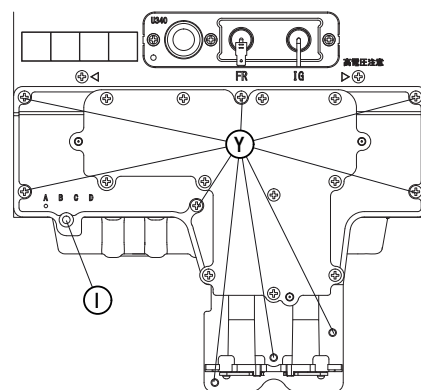
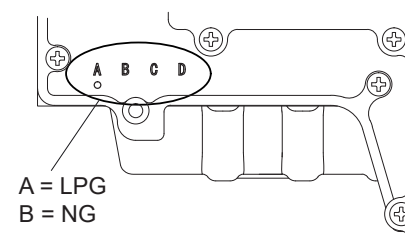

Fig.1
Fig.2
2. Retirar el encendedor (tornillo 'I' - Fig.1) y sustituir el colector del gas (tornillos 'Y' - Fig.1). El tipo de gas esta indicado sobre el colector (Fig.2).